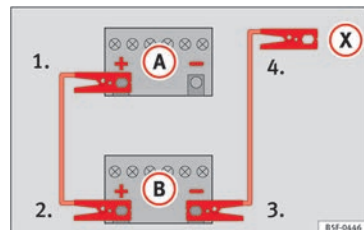

Fig. 74 Esquema de conexión para vehículos sin sistema Start-Stop.
2. Emborne un extremo del cable *rojo* de emergencia al polo positivo (+) del vehículo con la batería descargada (A) » fig. 74.
3. Emborne el otro extremo del cable *rojo* de emergencia al polo positivo (+) del vehículo que suministra la corriente (B).
- 4a. *En los vehículos sin sistema Start-Stop:* emborne un extremo del cable *negro* de emergencia al polo negativo (-) del vehículo que suministra la corriente (B) » fig. 74.